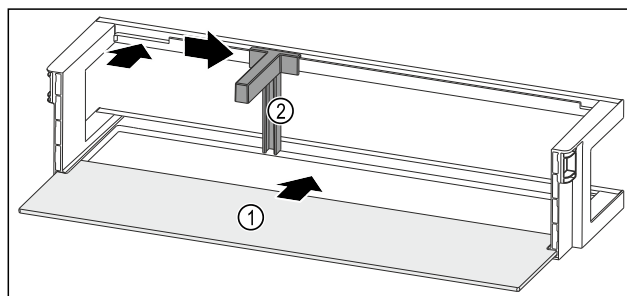

Fig. 98 Dörrfack med hylla
- Skjut in dörrfacket Fig. 98 (1) i ursparingarna på sidan.
- Sätt in flaskhållaren Fig. 98 (2) i ursparingen.
- Skjut flaskhållaren Fig. 98 (2) åt sidan till önskad position.